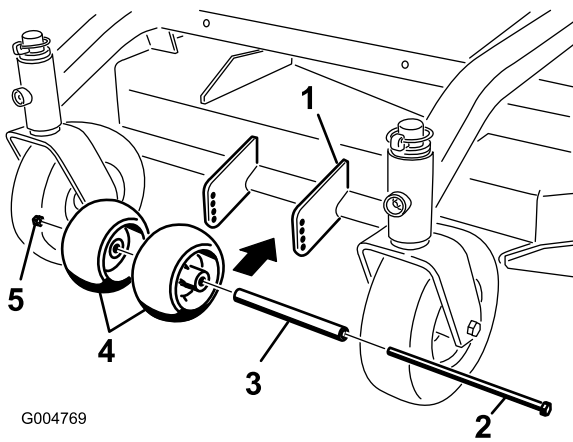

Bild 13
1. Prüfen Sie nach dem Einstellen der Schnitthöhe, dass die Antiskalpierrollen mindestens eine Bodenfreiheit von 10 mm aufweisen (Bild 13).
2. Sollte eine Einstellung erforderlich sein, entfernen Sie die Schraube, Scheiben und die Mutter (Bild 13).
3. Wählen Sie eine passende Lochposition, sodass die Antiskalpierrollen mindestens 10 mm Bodenfreiheit aufweisen (Bild 13).
4. Setzen Sie die Schraube und Mutter ein (Bild 13).